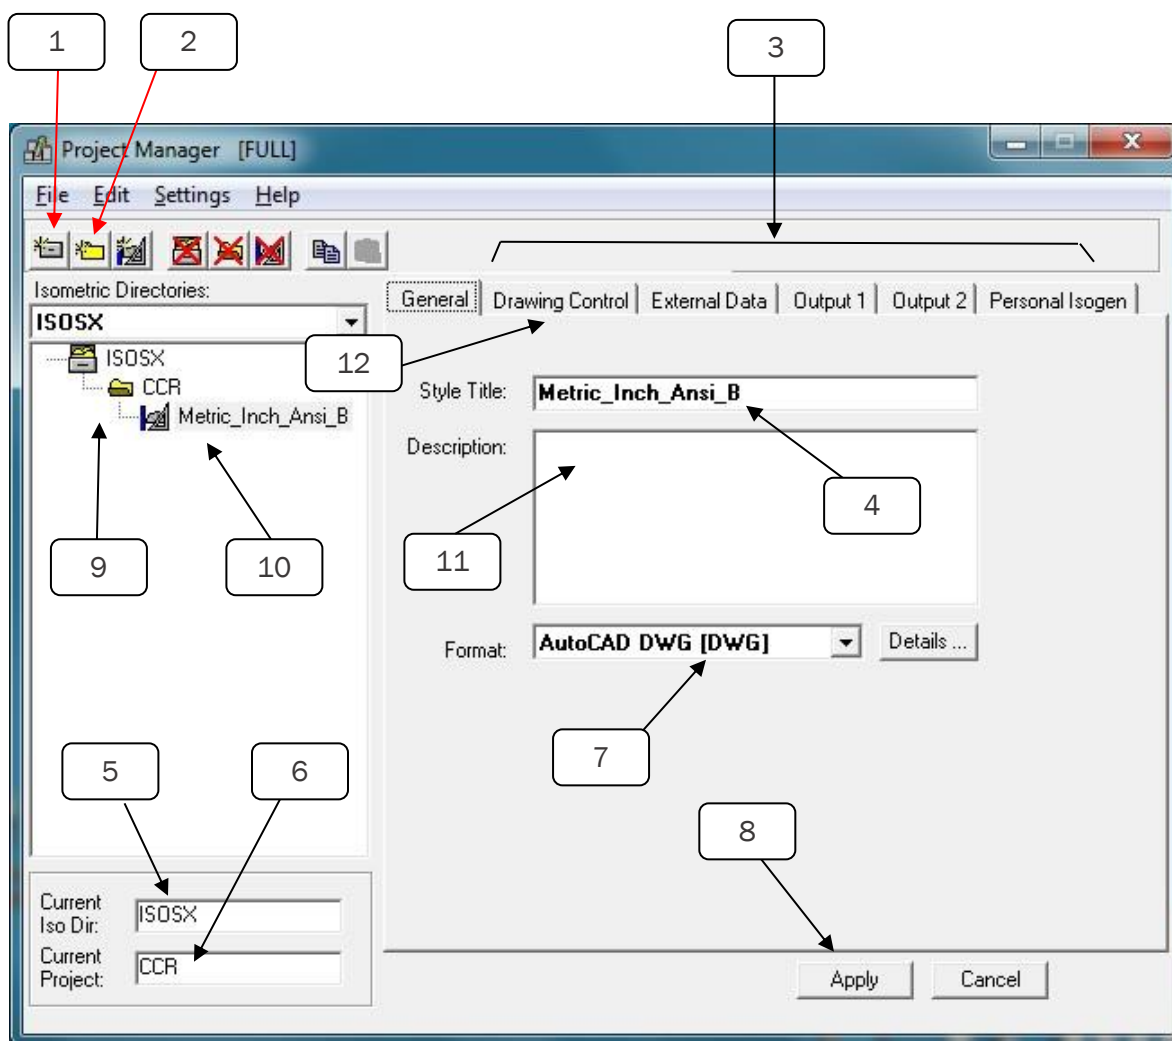

Figura 1. Configuración de Isogen a través de Project Manager
- 1 Antes de iniciar a producir isométricos es necesario configurar el *Isogen* a través del programa "Project manager", ver figura 1.